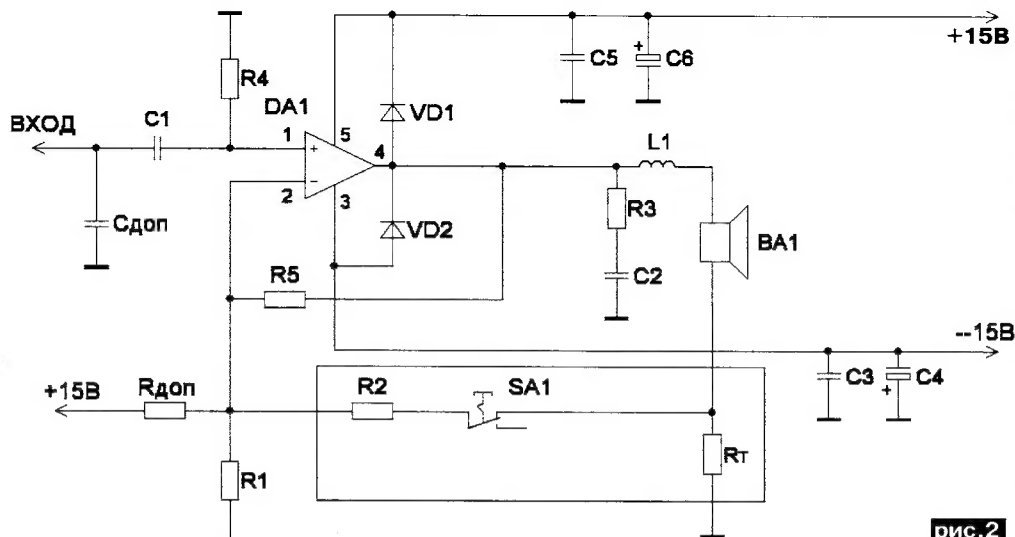
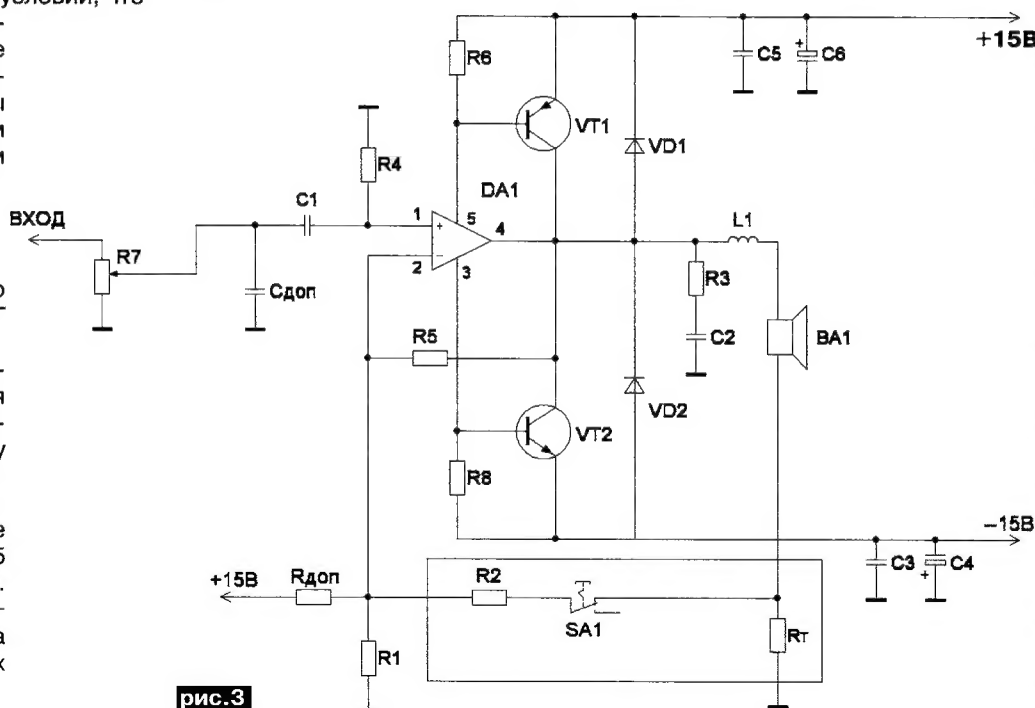
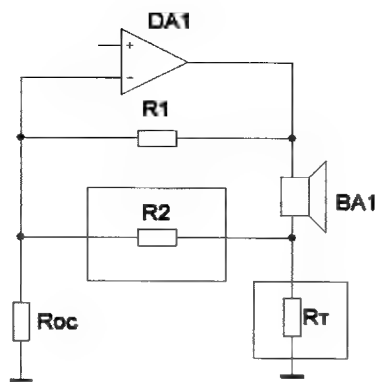

рис.2
рис.3
рис.4
Для максимальной простоты экспериментов решено было проводить испытания УМЗЧ по схеме **рис.2**. Принцип организации комбинированной ОС в неинвертирующем УМЗЧ понятен из **рис.4**. В качестве DA1 используется ИМС типа TDA2030. Введение ОС в цепи ГГ сводится к включению в схему имеющегося УМЗЧ двух новых резисторов R2 и Rт (**рис.4**), и вся «сложность» вычисления сводится к определению их. Сначала необходимо определить оптимальное сопротивление резистора датчика тока в цепи ГГ Rт. Согласно [1], следует руководствоваться формулой:
Задача по модернизации УМЗЧ сводится к переносу нововведений из **рис.4** в схему УМЗЧ **рис.2**, а затем и в схему **рис.3**. Позиции резистора R1 в схеме **рис.4** соответствует R5 в схеме **рис.2**. Соответственно, Roc — резистору R1 в **рис.2**, а позиции R2 в обеих схемах совпадают.
Микросхемы TDA используют весьма широко, но схемы дублируются «один в один», вместе с их серьезными недостатками. Так, например, при однополярном питании всегда используется оксидный конденсатор, включаемый последовательно с резистором R1 (**рис.2**).
Неприятный факт заключается в том, что ИМС типа TDA2030 может неудовлетворительно поддерживать нулевой потенциал на своем выходе (**рис.2**).
Вышерассмотренная проблема TDA2030 проявляется в том, что при отсутствии конденсатора последовательно с R1 без дополнительного резистора Rдоп (рис. 2) на выходе УМЗЧ возникает постоянное напряжение в пределах примерно 0,2...0,3 В.
Цепь R3C2 (рис.2 и рис.3) не отключают, так как если УМЗЧ потенциально неустойчив в работе, то отключение этой цепи сразу же приведет к самовозбуждению УМЗЧ, не позволяя выставить нулевой потенциал на выходе TDA2030.
Она показана на рис.3. Отличие от базовой схемы (рис.2) заключается в дополнительных мощных транзисторах VT1 и VT2, которые «раскачиваются» потребляемым, по шинам питания током ИМС. Особенностью данной схемы является такой режим работы, когда транзисторы «загнаны с запасом» в режим отсечки тока, т.е. открываются лишь при максимальных токах потребления ИМС.
- транзисторы включаются лишь при максимальных токах ОУ, а все остальное время в нагрузке используется выходной ток ОУ (рис.3).
Данная схема УМЗЧ, с дополнением мощных транзисторов, целесообразна больше с мостовым включением ИМС, где требуется (или, возможно, допускается) работа на низкоомную нагрузку. Большое удобство в схеме рис.3 заключается в том, что коллекторы обоих транзисторов размещены на общем теплоотводе.